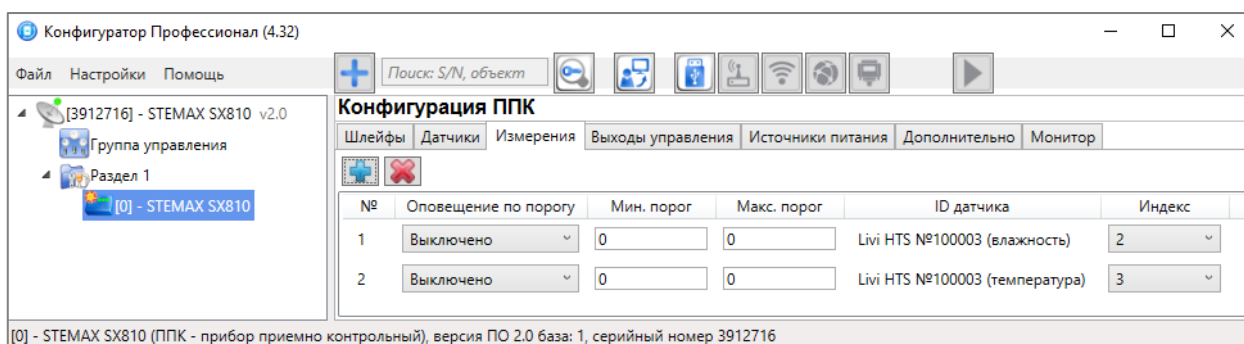

Рисунок 4.47 – Окно *Список найденных датчиков*
- 2) На вкладке «Измерения» нажмите кнопку  в верхнем левом углу (см. рисунок 4.47).
Настройка параметров работы с зарегистрированными датчиками выполняется в таблице с описанными ниже столбцами (см. рисунок 4.47).
Для удаления канала измерения из конфигурации выделите его в списке и нажмите кнопку  в верхнем левом углу вкладки (см. рисунок 4.47).